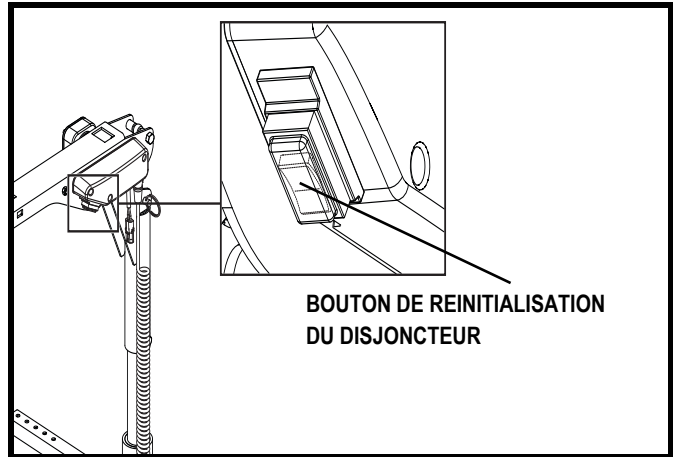

Figure 10. Bouton de Réinitialisation du Disjoncteur
- Vérifiez le bouton de réinitialisation du disjoncteur. Réinitialisez si nécessaire. **Voir la figure 10.**
Si le moteur de votre Silver Boom 250 est sous contrainte excessive en raison de charges lourdes, le disjoncteur principal (**voir la figure 10**) peut se déclencher pour protéger le moteur et l'électronique de dommages. Lorsque le disjoncteur se déclenche, tout le système électrique s'arrête.
2. Appuyer sur le bouton de réinitialisation pour réinitialiser le disjoncteur. **Voir la figure 10.**